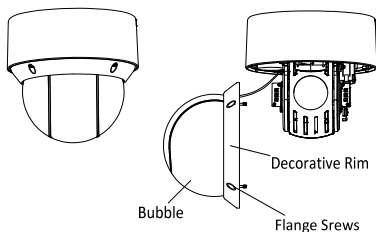

Abbildung 2-2 Kuppel und Abdeckring entfernen
2. Lösen Sie die vier Schrauben mit dem mitgelieferten Schraubenschlüssel. Entnehmen Sie dann die Kuppel mit dem Abdeckring wie in Abbildung 2-2 gezeigt.